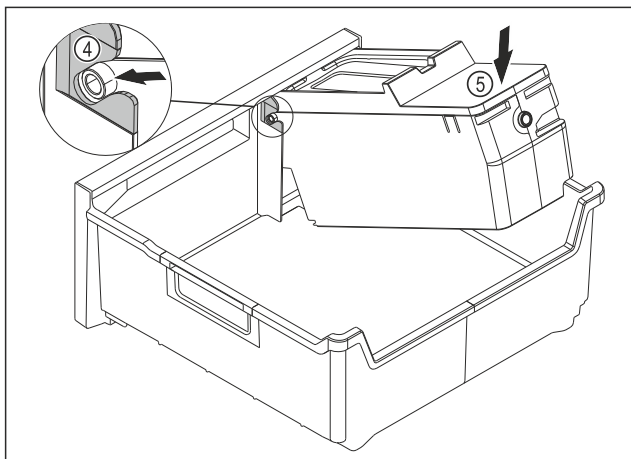

Fig. 78
- ▶ Montáž korpusu EasyTwist-Ice: Osi korpusu EasyTwist-Ice zasunúte do vedení Fig. 78 (4).
- ▶ Zatlačte korpus EasyTwist-Ice Fig. 78 (5) zozadu smerom nadol.